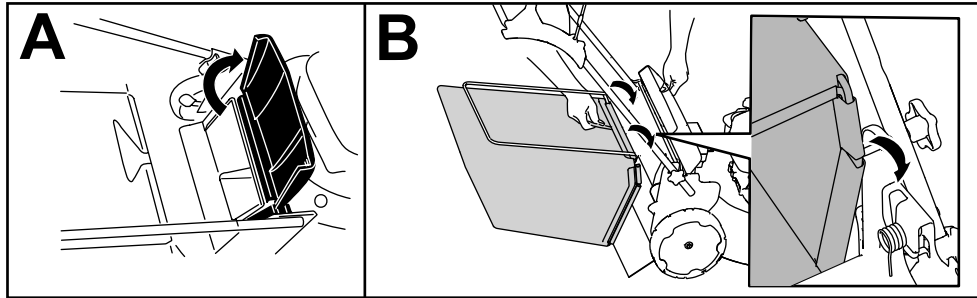

Bild 15
1. Heben Sie das hintere Ablenkblech an und halten Sie es hoch (A in Bild 15).
2. Setzen Sie den Grasfangkorb ein, stellen Sie sicher, dass die Stifte am Fangkorb in den Schlitzen an der Holmhalterung einrasten (B in Bild 15).